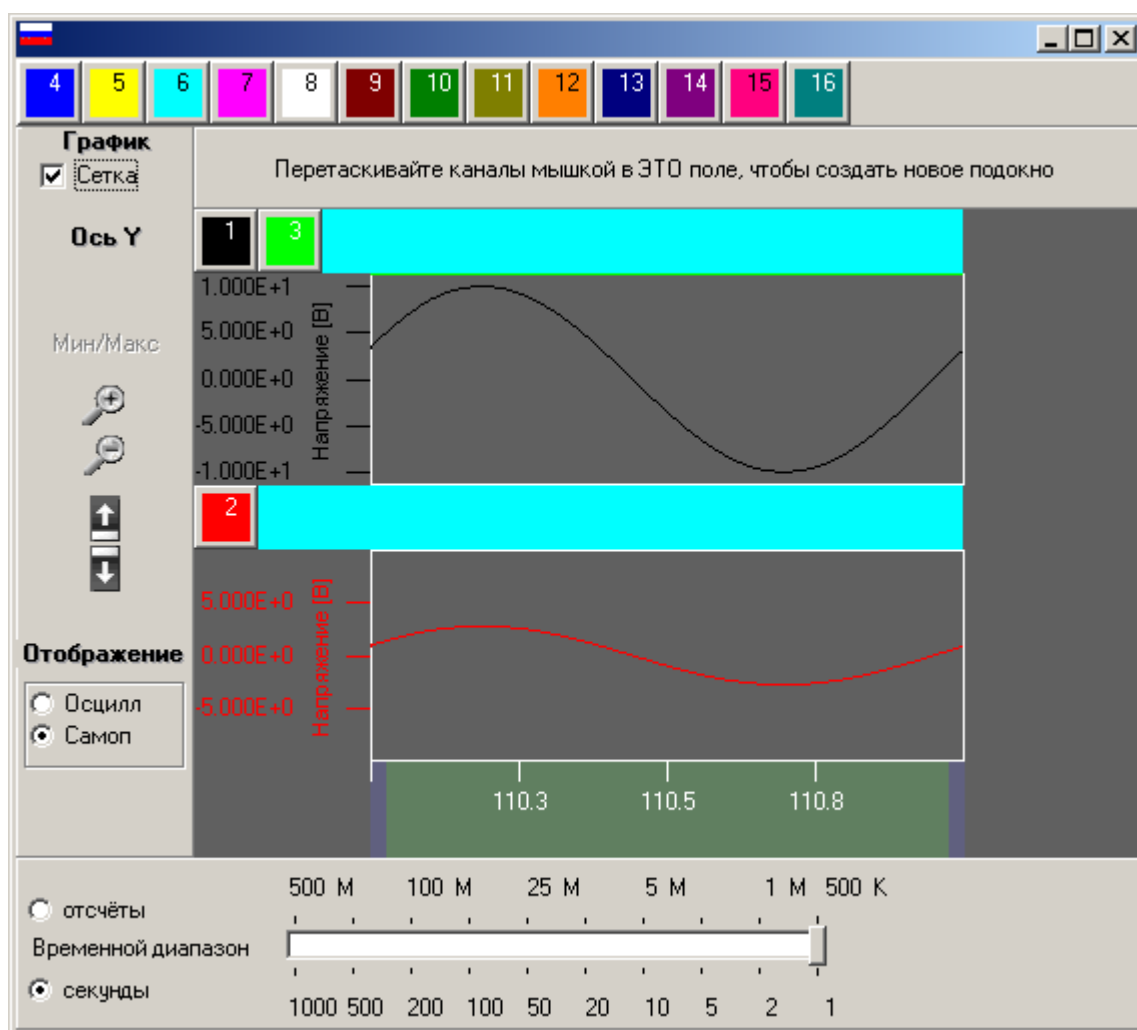

Рис. 10
4.1.3.2. Окно графика (рис. 10) может работать в двух основных режимах: самописца и осциллографа. Таких окон может быть несколько, каждое новое окно создается при нажатии на главном окне кнопки «Новое окно графика».